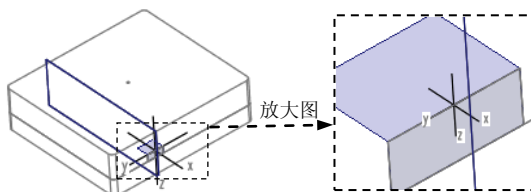

图 31.62 定义坐标系方向（一）
(3) 定义坐标系参考方向。将鼠标移动到图 31.62 所示的 Y 轴上并右击，在弹出的快捷菜单中选择 **反向 Y** 命令，单击 **确定** 按钮。